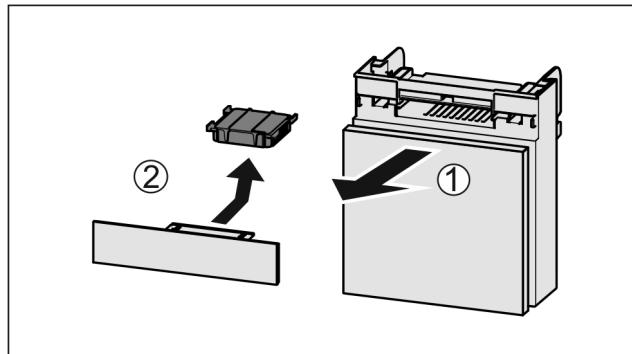

Fig. 50
- Pretinac izvucite Fig. 50 (1) prema naprijed.
- Izvadite filter s aktivnim ugljenom Fig. 50 (2).